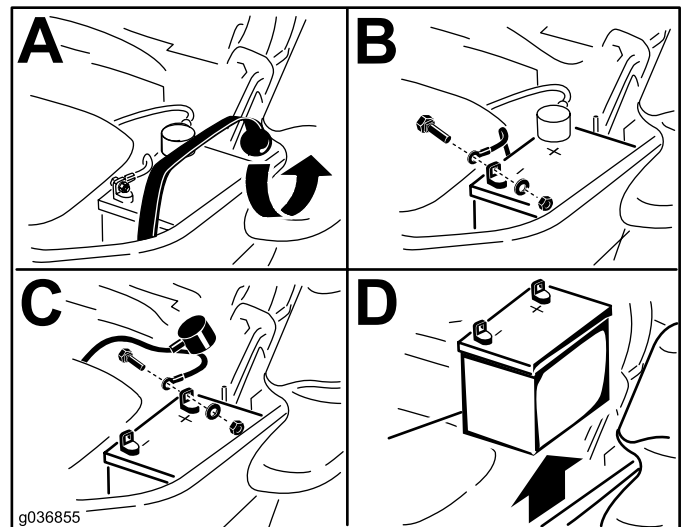

Figura 51
3. Retire la batería según se muestra en la Figura 51.
1. Coloque la batería en la bandeja, con los bornes frente al depósito de aceite hidráulico (Figura 51).
4. Fije los cables con 2 pernos, 2 arandelas, y 2 contratueras (Figura 51).
6. Fije la batería con la correa de goma (Figura 51).